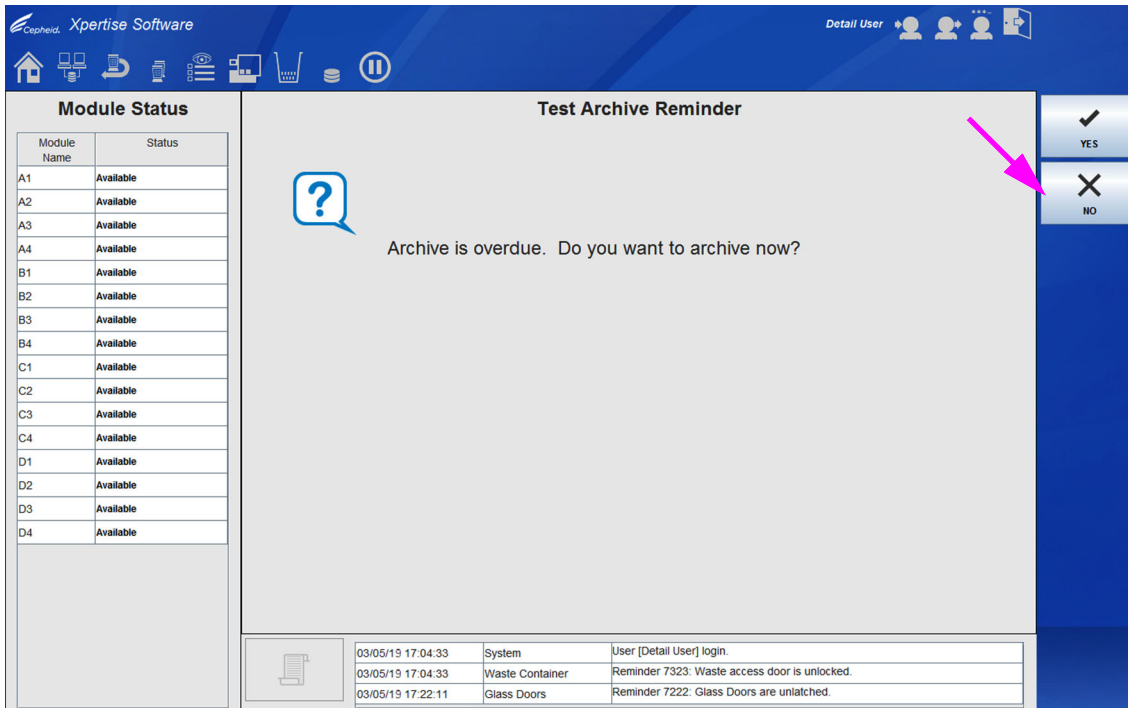

Figura 2-73. Área de trabalho Test Archive Reminder (Lembrete de arquivo de teste)
- Se um arquivo não estiver atrasado ou se a definição do arquivo Figura 2-29 não estiver configurada para **Manually, with Reminder (Manualmente, com lembrete)**, a área de trabalho Test Archive Reminder (Lembrete de arquivo de teste) (ver Figura 2-73) não será apresentada. Vá diretamente para Secção 2.12.1.2.
- Se um arquivo estiver atrasado, a área de trabalho Test Archive Reminder (Lembrete de arquivo de teste) será apresentada. Ver Figura 2-73.